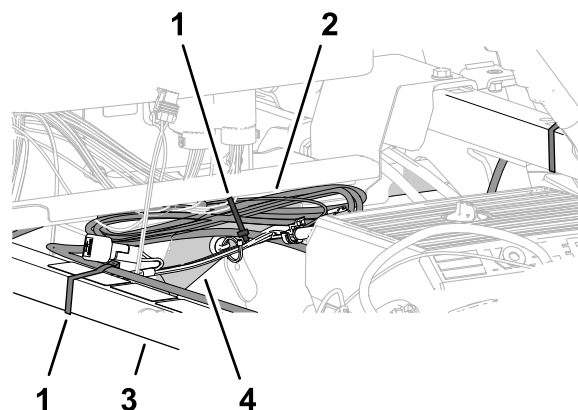

Figura 98
1. Recoja el exceso de cables del arnés de datos contra el tubo superior derecho del bastidor (Figura 98).
2. Sujete el arnés de datos al tubo de sujeción del amortiguador con una brida (Figura 98).
3. Sujete el exceso de cables del arnés de datos al tubo superior derecho del bastidor con una brida (Figura 98).